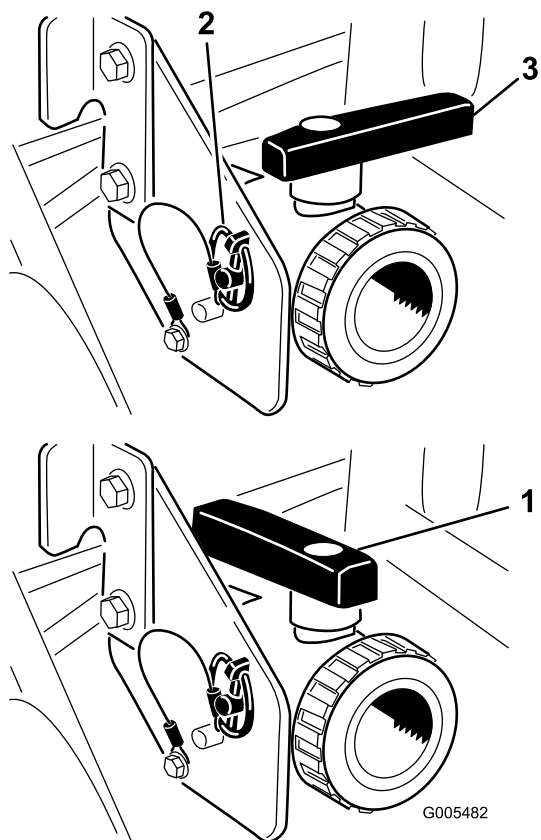

Figura 27
Abra a válvula para escoar do depósito qualquer material não usado e eliminá-lo de acordo com as normas locais e as instruções do fabricante (Figura 27). Depois de vazio, remova o pino de sujeição no suporte que segura a válvula de escoamento à máquina e deixa a válvula poisada no chão. Isto permite que escoar qualquer material residual da linha.
3. Quando o depósito estiver escoado na totalidade, instale a válvula na estrutura com o pino de sujeição removido previamente e fecha a válvula de escoamento (Figura 27).